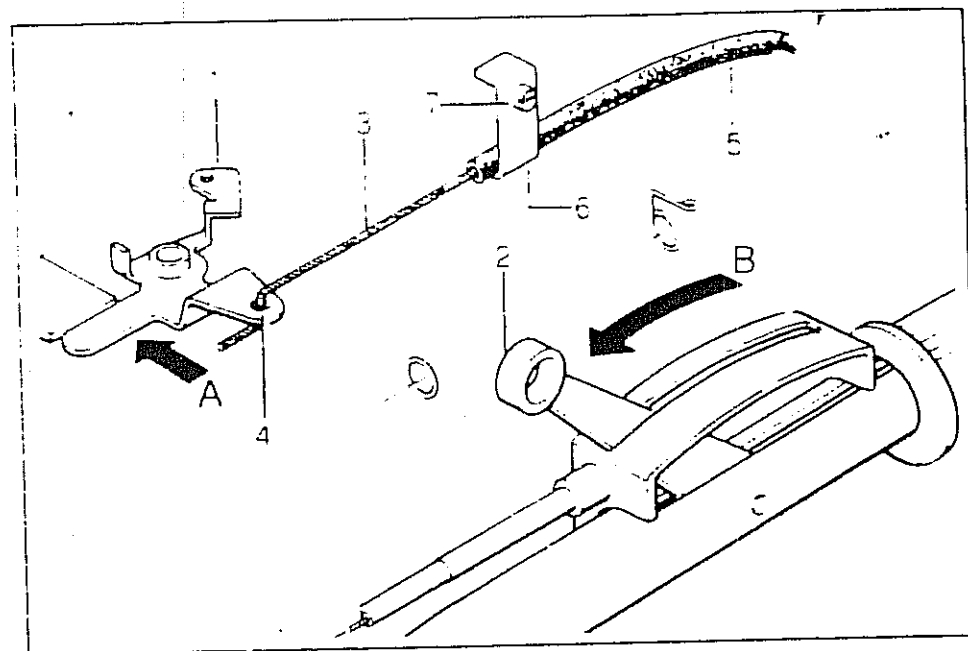

FIG. 5
Posizionare, a fondo corsa, la leva (fig. 5 particolare 1) installata sul motore come indicato dalla freccia "A" in figura.
Position the lever (fig. 5, item 1) on the engine at the end of its stroke as shown by arrow "A" in the figure.
Amener le levier (fig. 5, détail 1) installé sur le moteur à fin de course comme indiqué par la flèche "A" en figure.
Den auf dem Motor angeordneten Hebel (Bild 5, Detail 1) bis zum Endanschlag, wie im Bild mit Pfeil "A" angegeben.